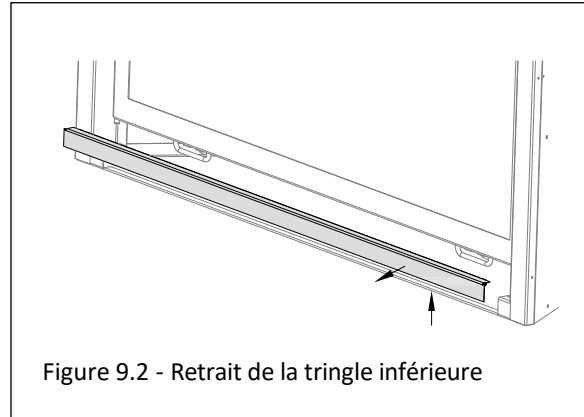

Figure 9.2 - Retrait de la tringle inférieure
2. Retirez la tringle inférieure en tirant vers le haut pour accéder au compartiment de contrôle sous le foyer. Voir la Figure 9.2.